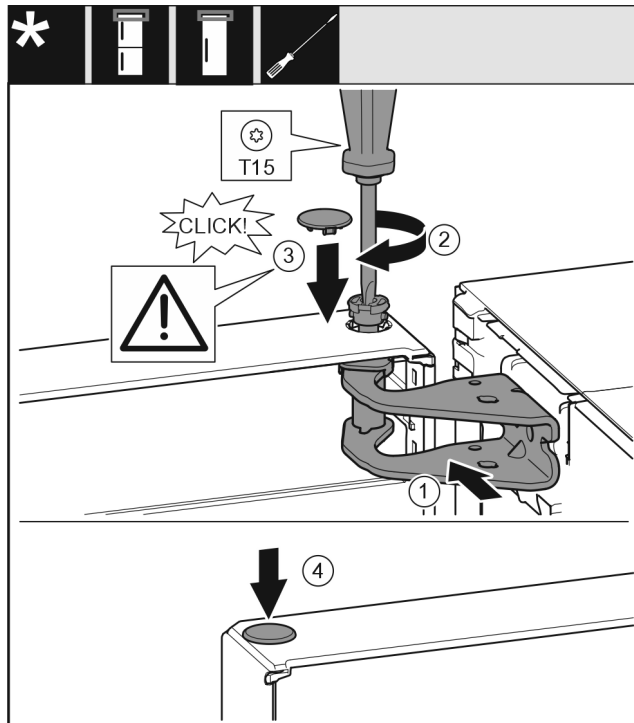

Fig. 23
- ▶ Aliniați ușa sus spre deschizătură în suportul de lagăr. Fig. 23 (1)
- ▶ Introduceți bolțul și înșurubați-l ferm cu șurubelnița T15. Fig. 23 (2)
- ▶ Montarea capacului de siguranță pentru siguranța ușii: Introduceți capacul de siguranță și controlați dacă este așezat pe ușă. În caz contrar, introduceți complet bolțul. Fig. 23 (3)
- ▶ Introduceți dopul. Fig. 23 (4)